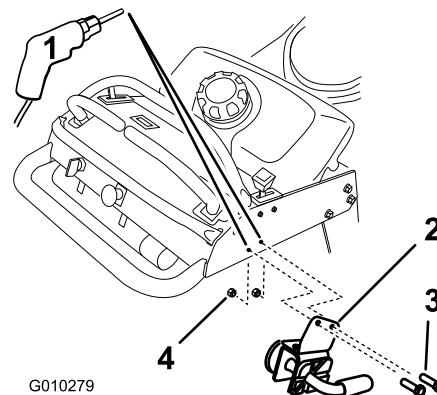

Figura 4
3. Si es necesario, practique unos taladros para montar la palanca. Marque y practique 2 taladros de 7,1 mm (9/32 pulg.) de diámetro en el lado derecho de la máquina, debajo de los controles (Figura 4).
4. Instale el conjunto de la palanca en la máquina con 2 pernos (1/4 x 3/4 pulgadas) y 2 contratuercas (1/4 inch)(Figura 4).
2. Practique taladros para montar la palanca. Usando la escuadra como guía, marque y practique 2 taladros de 7,1 mm (9/32 pulg.) de diámetro en el lado derecho del manillar. Centre los taladros en el tubo y en cada lado de la barra de referencia (Figura 4).
2. Practique taladros para montar la palanca. Usando la escuadra como guía, marque y practique 2 taladros de 7,1 mm (9/32 pulg.) de diámetro en el lado derecho del manillar. Centre los taladros en el tubo y justo por debajo del panel de control (Figura 4).